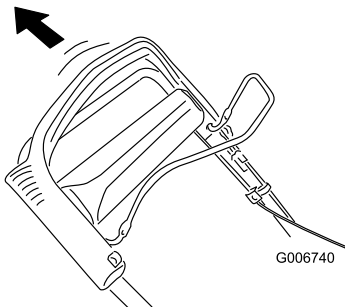

Figure 27
2. Tirez la partie supérieure du guidon complètement en arrière (Figure 27).